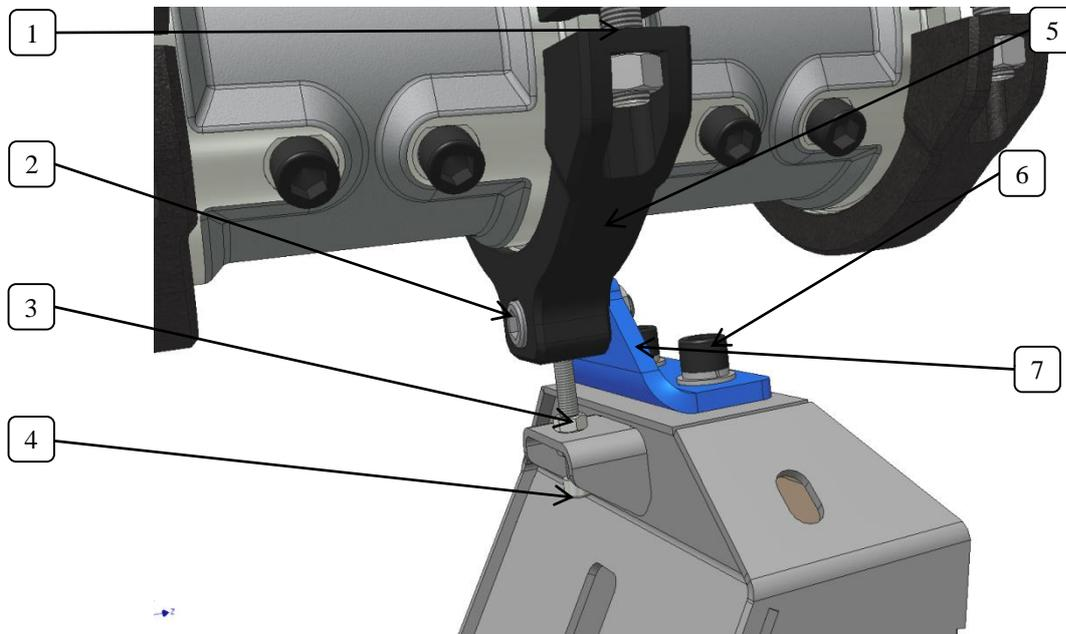

Figure 33 - Abstützung der Arbeitseinheit
Bei der Demontage der Arbeitseinheit muss die Abstützung der Kammern gelöst werden, siehe Abbildung 33.
- Schrauben Sie nach dem Abstellen der Maschine die Hauptschrauben der Klemmschellen heraus, siehe Abbildung 33.